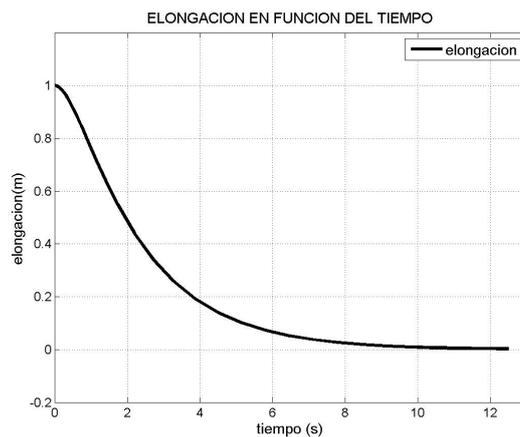

Figura 2: Gráfica de la elongación en función del tiempo para el caso sobreamortiguado.
- Si $b^2 > 4mk$ el movimiento de la masa es **sobreamortiguado** y el gráfico de la elongación en función del tiempo será como se muestra en la Figura 2.